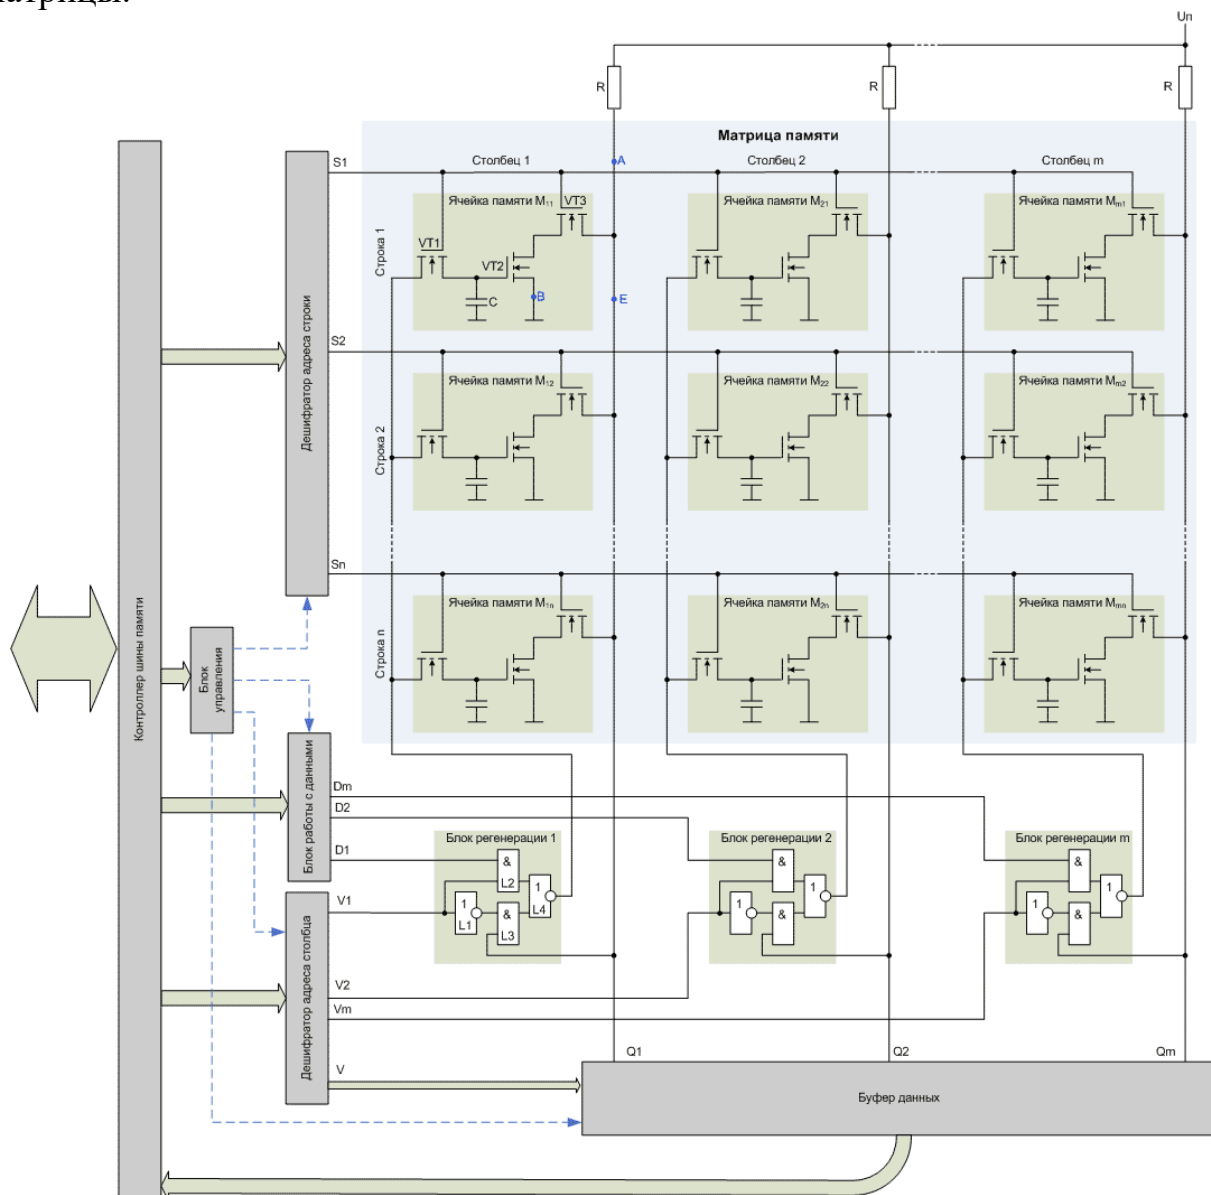

Рис. 8. Упрощенная структурная схема динамической оперативной памяти
На практике существуют разные способы реализации динамической памяти. Упрощенная структурная схема одного из способов реализации приведена на рис. 8.
Как видно из рис. 8, основным блоком памяти является матрица памяти, состоящая из множества ячеек, каждая из которых хранит 1 бит информации.
Приведенная на рис. 8 структурная схема памяти и описанный принцип работы соответствуют одной из самых простых организаций динамической памяти. На практике такую память уже давно не используют. Со временем она претерпела ряд изменений, позволивших ей работать гораздо быстрее. Давайте рассмотрим эти улучшения.
*FPM DRAM* (Fast Page Mode DRAM) – быстрая страничная память. Основное ее отличие от памяти PM DRAM заключалось в поддержке сохраненных адресов. То есть если новое считываемое из памяти слово находилось в той же строке, что и предыдущее слово, то обращение к матрице памяти не требовалось, а выборка данных осуществлялась из «Буфера данных» (см. рис. 8) по номерам столбцов. Это позволяло в случае чтения из памяти массивов данных значительно сократить время чтения.